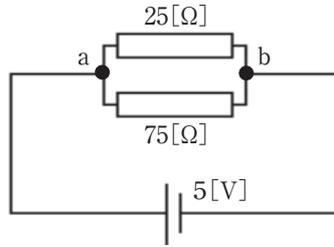

図2
(5) 図2の直流回路において、a b間の合成抵抗の値について、正しいものを1～5から一つ選べ。